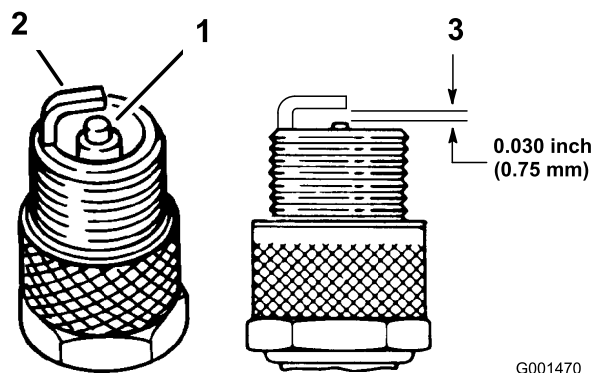

Figure 50
1. Examinez le centre des bougies (Figure 50). Si le bec de l'isolateur est recouvert d'un léger dépôt gris ou brun, le moteur fonctionne correctement. S'il est couvert d'un dépôt noir, c'est généralement signe que le filtre à air est encrassé.
2. Contrôlez l'écartement entre l'électrode centrale et l'électrode latérale (Figure 50). Courbez l'électrode latérale (Figure 50) si l'écartement est incorrect.
3. Connectez les bougies (Figure 50).